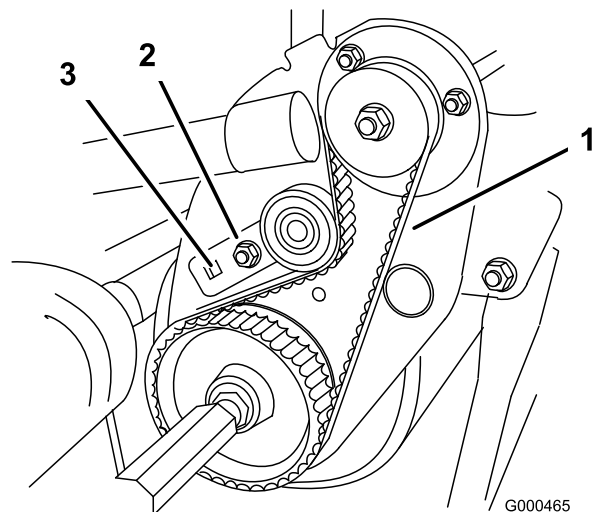

Bild 44
- B. Drehen Sie die Spannscheibenhalterung mit einem 3/8-Zoll-Drehmomentschlüssel mit 3,9 bis 4,5 Nm an, um die Riemen Spannung einzustellen (Bild 44) Halten Sie die Einstellung des Drehmomentschlüssels und ziehen Sie die Befestigungsschraube an der Spannscheibenhalterung an (Die Scheibe wird eingesetzt, um ein Rutschen des Riemen zu vermeiden.). Ziehen Sie den Riemen nicht zu fest an.